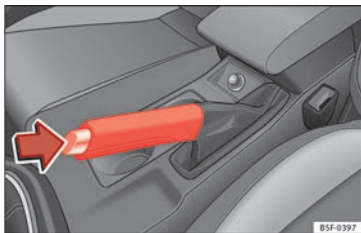

Abb. 142 Handbremse zwischen den Vordersitzen.
- Ziehen Sie den Hebel der Handbremse fest nach oben »» Abb. 142.
- Ziehen Sie den Hebel etwas nach oben, drücken Sie die Entriegelungstaste in Pfeilrichtung »» Abb. 142 und führen Sie den Handbremshebel ganz nach unten »» △.